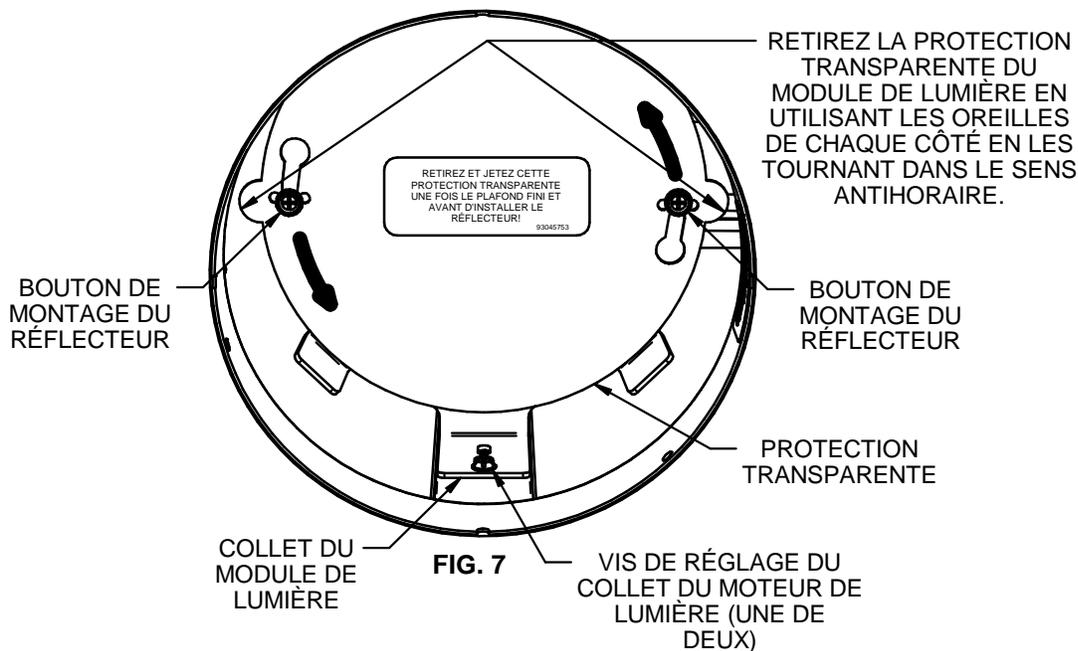

FIG. 7
9. Une fois que tous les travaux d'installation et de finition sont terminés et avant d'installer le réflecteur, retirez la protection transparente du module en la tournant dans le sens antihoraire pour la déverrouiller et la retirer des boutons de montage du réflecteur. (Consultez la FIG. 7) Vous pouvez conserver la protection afin de protéger les ampoules DEL advenant de nouveaux travaux de finition au plafond ou la jeter (veuillez la recycler, elle est fabriquée en plastique polycarbonate).